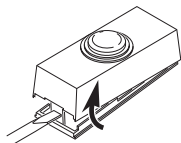
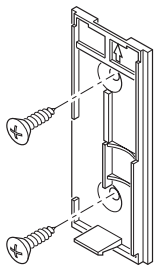

Figure 1
Figure 3
Ôtez la partie arrière du boîtier en enfonçant la patte du bas au moyen d'un petit tournevis (voir la Figure 1). Voir la bonne orientation de la pile sur le schéma à l'intérieur de l'unité de bouton-poussoir. *Note* : Si les piles sont déjà en place, retirez la languette orange.
- **Au moyen de vis :** Pour faire l'installation avec les vis, enlevez le dos du boîtier en poussant sur les agrafes de la base avec un tournevis (voir la Figure 1). *Note :* Enlevez les débris des trous de vis (au besoin) avant d'installer les vis. Fixez le dos du boîtier au chambranle ou au mur (voir la Figure 3). Enclenchez la partie avant de l'unité de bouton-poussoir en place.